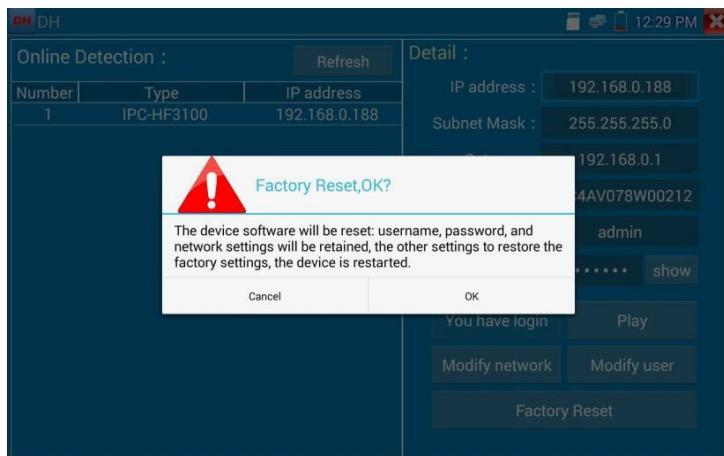

Рис. 120 Сброс к заводским настройкам
6. Для сброса настроек видеокамеры к заводским воспользуйтесь кнопкой «Сброс к заводским настройкам» (Factory Reset) рис. 120